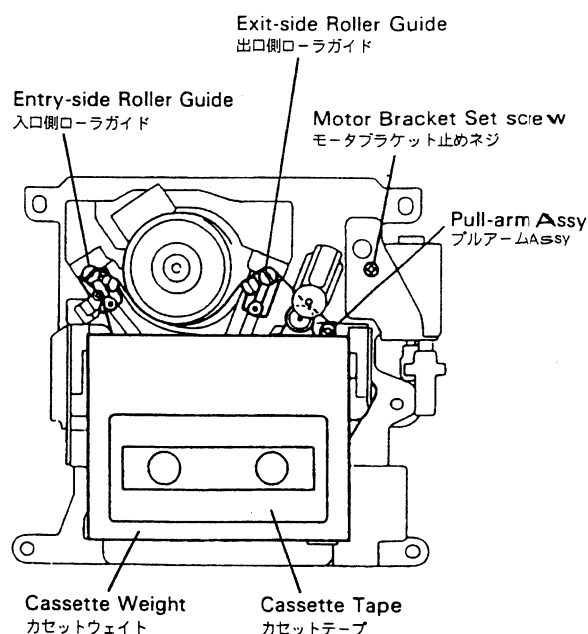

Fig. 3-5
- 2). Mount the tracking tape (TY-7251). (Refer to Fig. 3-5)
- 4). Inspect the RF waveform. If it resembles the waveform shown in Photo 3-7, tighten the exit-side roller guide (Fig. 3-5) (about 1/8 rotation). If it resembles the waveform shown in Photo 3-9, loosen the exit-side roller guide (about 1/8 rotation).
- 5). Inspect the RF waveform. If it resembles the waveform shown Photo 3-6, tighten the entry-side roller guide (Fig. 3-5) (about 1/4 rotation). If it resembles the waveform shown in Photo 3-8, loosen the exit-side roller guide (about 1/4 rotation).
- 2). トラッキングテープ (TY-7251) を装着する。(図3-5参照)
- 4). RF波形を観測し、写真3-7のようであれば出口側ローラガイド (図3-5) を締め込み (1/8回転程度)、写真3-9のようであれば出口側ローラガイドを緩める (1/8回転程度)。
- 5). RF波形を観測し、写真3-6のようであれば入口側ローラガイド (図3-5) を締め込み (1/4回転程度)、写真3-8のようであれば入口側ローラガイドを緩める (1/4回転程度)。